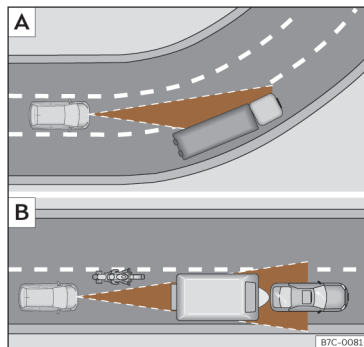

Fig. 105 [A] Vehículo en una curva. [B] Motociclista circulando por delante del radio de acción del sensor de radar.
El ACC podría no detectar en curva el vehículo precedente o podría regular la distancia con vehículos que se encuentran en otros carriles »» **fig. 105** [A].
- Vehículos que circulen desalineados o fuera de la zona de detección del sensor, por ejemplo, motocicletas »» **fig. 105** [B].